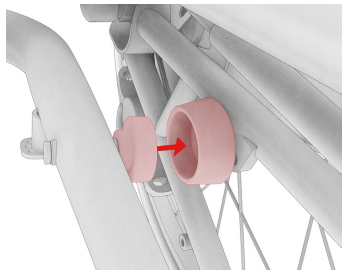

Abb. 2.5
- ❗ Achten Sie darauf, dass die beiden Teile der Magnetsicherung sicher ineinander greifen und das gefaltete VELLO Bike arretieren (Abb. 2.5 + 2.6).